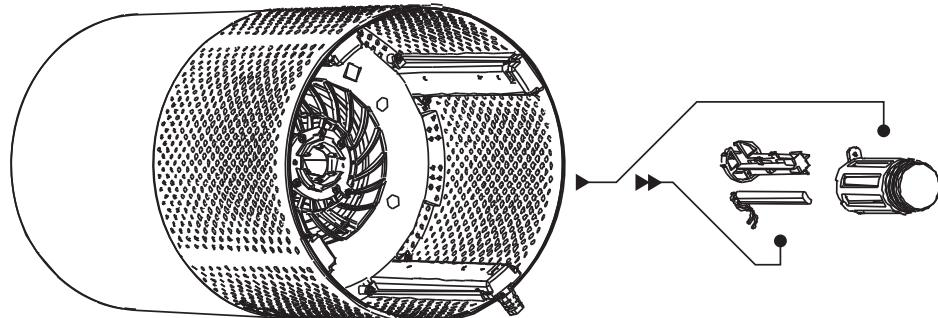

Abb. 3
2. Der integrierte Filter (7) kann gelegentlich mit einem feuchten Tuch von Staub befreit werden, vor allem auf der Seite des Vorfilters (außen). Der Filter kann auch auf niedriger Stufe oder mit einer Bürste mit weichem Haar vorsichtig abgestaubt werden. Den Filter nicht in Wasser tauchen und nicht auseinanderbauen. Falls der Luftreiniger mittels des Kontroll-lämpchens den notwendigen Filtertausch anzeigt, ist der Filter auszutauschen (siehe: BE-SCHREIBUNG DER MONTAGE UND DEMONTAGE DES FILTERS). Unter normalen Bedingungen signalisiert der Luftreiniger etwa alle 6 Monate die Notwendigkeit eines Filtertauschs. Bei intensivem Betrieb des Geräts kann dieser Zeitraum kürzer ausfallen. Tauschen Sie den Filter alle 6 Monate aus, auch wenn das Gerät keinen Filtertausch signalisiert.
3. Der Behälter für den Filter (8) sollte beim Filtertausch mit einem feuchten Tuch gereinigt werden.
- Filter vom Gerät abschrauben (7)
- Gerät auf die Seite kippen (Abb. 3)
- Schraube am Gehäuse der UV-Lampe (9) aufschrauben
- Filter (7) im Luftreiniger montieren